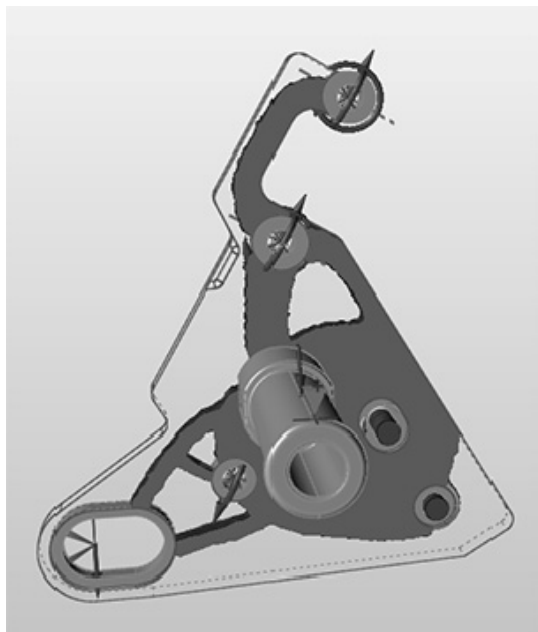
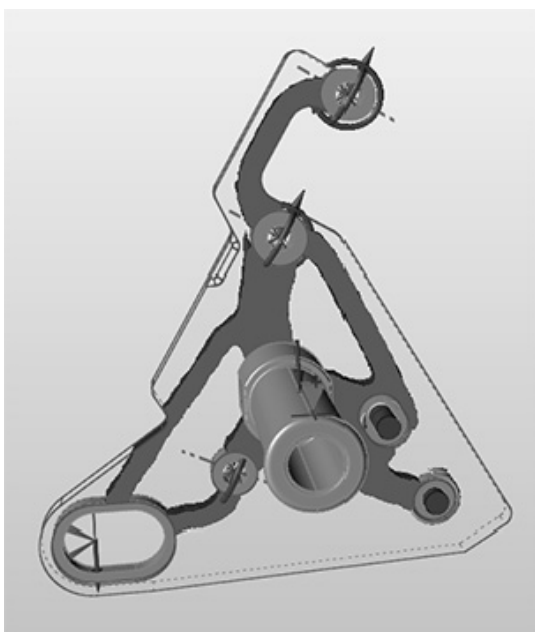

图 7-39
图 7-40
6) 对比最新的优化运行（已施加位移约束见图 7-39）和第一次施加最小质量安全系数 1.2 后的优化运行（未施加位移约束见图 7-40），优化计算会产生一个明显不同的结果。